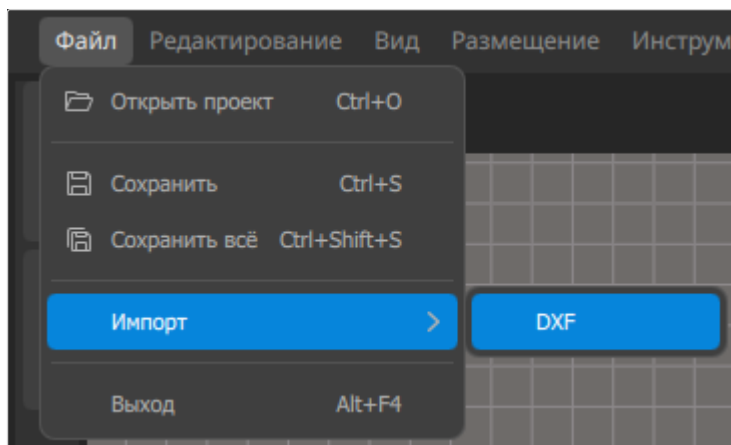

Рисунок 44. Меню «Файл» → «Импорт» → DXF
- 2) Вызвать команду меню «*Файл*» → «*Импорт*» → *DXF* (см. рисунок 44).